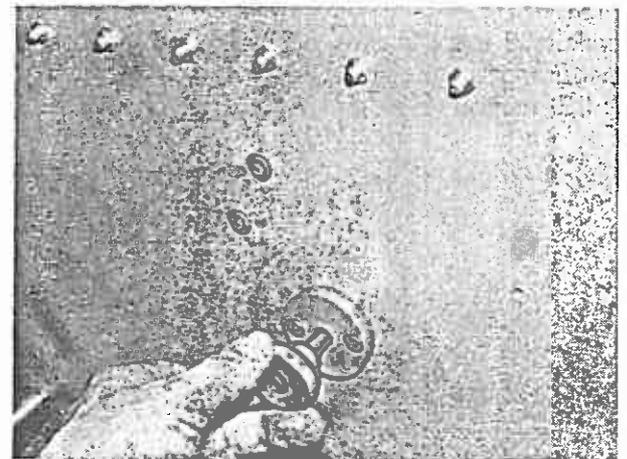

Bild 59
3. Um den seitlichen Abschieber (Abschieben der Päckchen vom Gurtband) stillzusetzen, Rändelschraube auf der rechten Seite ganz hineindreihen (Bild 59).